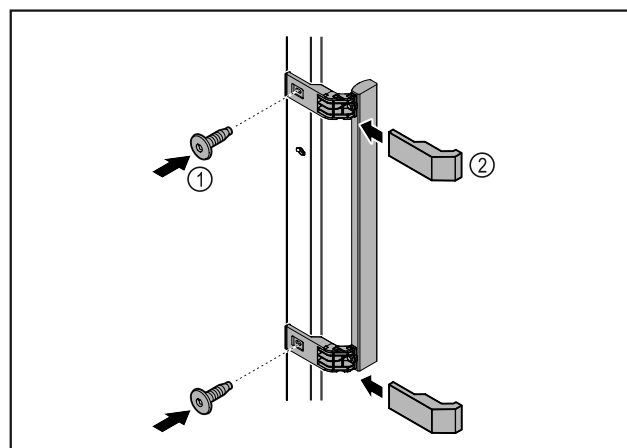

Fig. 3
- Zamontować uchwyt z dodatkowego opakowania na drzwiach przy użyciu dołączonych śrub Fig. 3 (1).
- Założyć ostonę Fig. 3 (2).